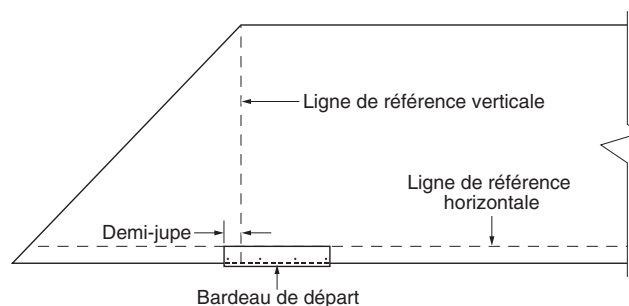

Figure 9-1 : La bande de départ chevauche la ligne de référence verticale.
3. Poser les bandes de départ de la façon indiquée dans les instructions des bardeaux à installer. Chevaucher la demi-jupe mesurée sur la ligne de référence au lieu de la couper. La bande de départ doit se prolonger sur toute la longueur de l'avant-toit (voir la figure 9-1).